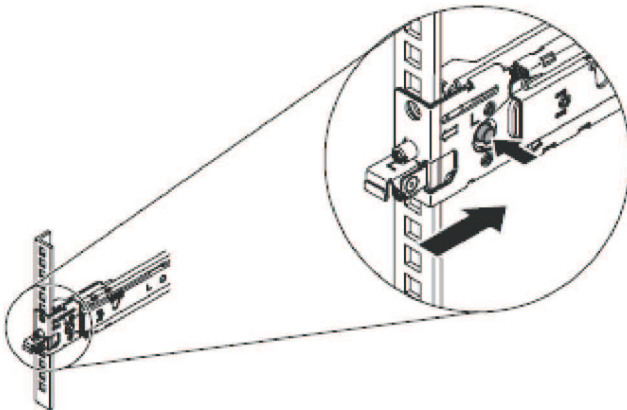

図 71. スライド・レールの前部端の取り付け
5. 図 71 に示すように、スライド・レールの前部端を取り付けます。